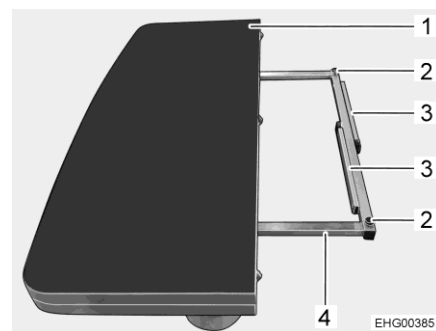

Fig. 94 Plateau de table, escamoté
- Déplier le cadre du plateau de table (Fig. 94,4).
- Rabattre la moitié du plateau de table (Fig. 94,1) et la déposer sur le cadre du plateau de table.
- Aligner si nécessaire la hauteur du plateau de table à l'aide des deux boutons rotatifs (Fig. 94,2).
- Déplier les deux pieds d'appui (Fig. 94,3).